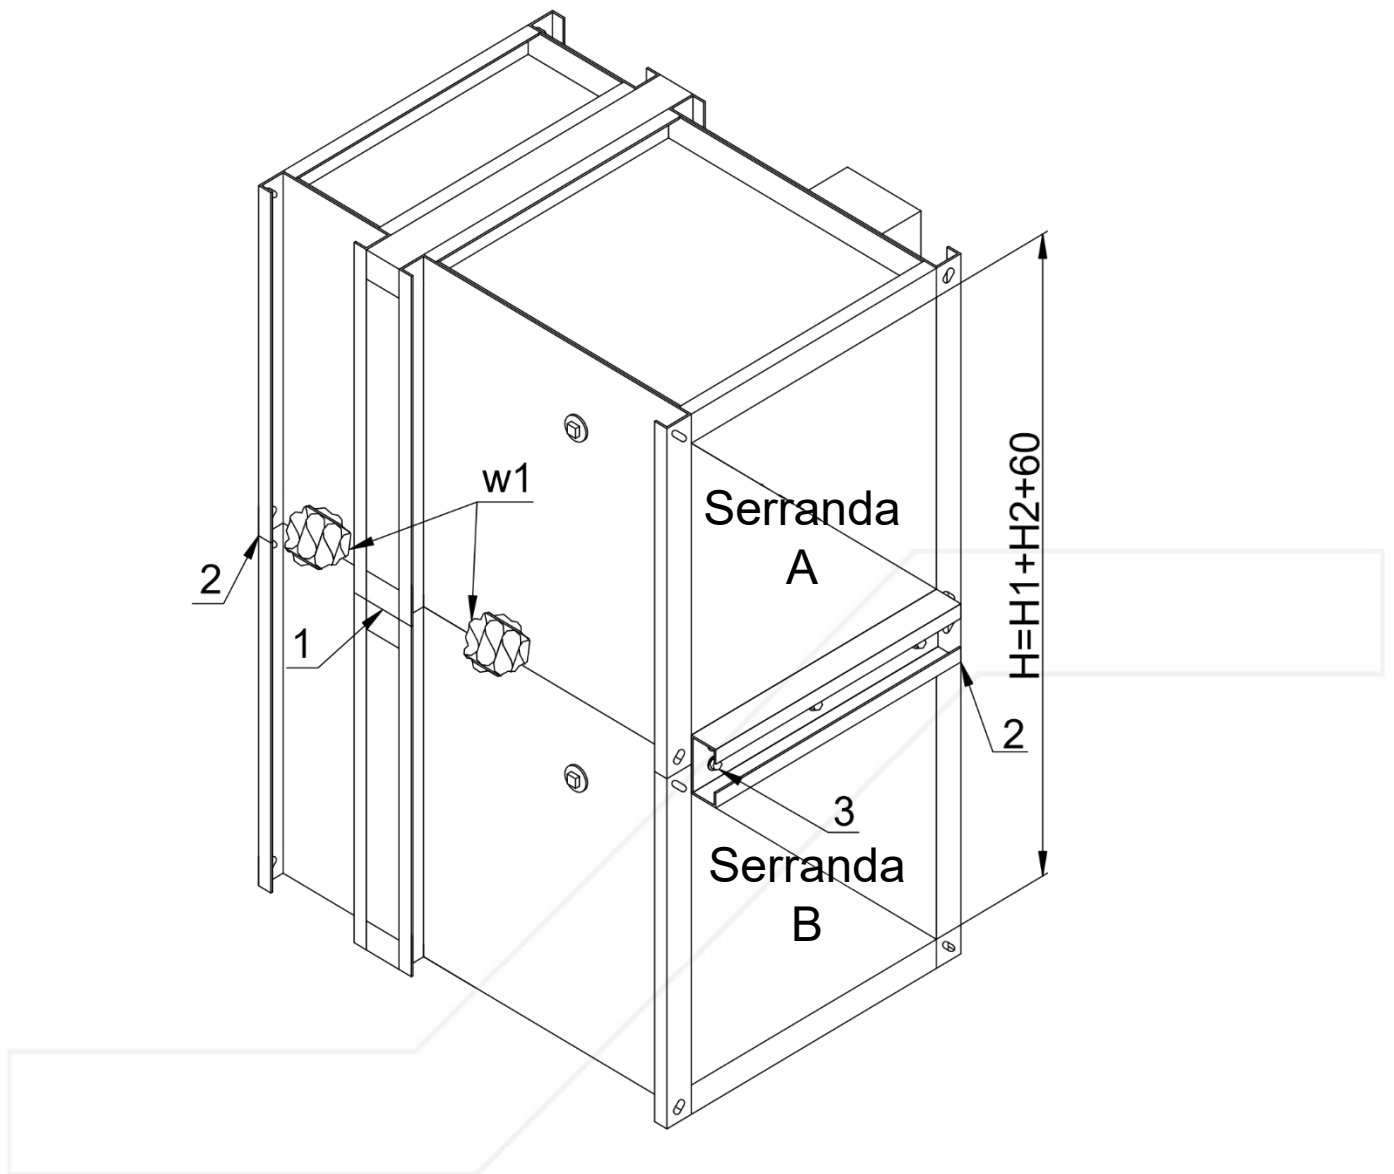

Figura 8. Batteria verticale composta da due serrande KWP-O-Ex
- a. Prima di tutto, occorre fissare la guarnizione PROMASEAL-PL avente sezione di 20x1,8, sul distanziatore isolante di una delle serrande adiacenti (pos. (1) in figura 8) su tutta la lunghezza del punto di contatto.